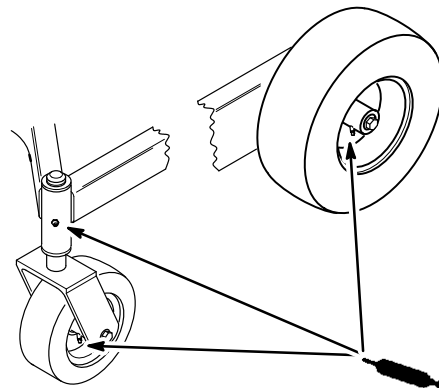

Figure 24
- Lubrifier les roulements des roues et les pivots des roues avant jusqu'à ce que la graisse commence à suinter hors des roulements (Fig. 24).